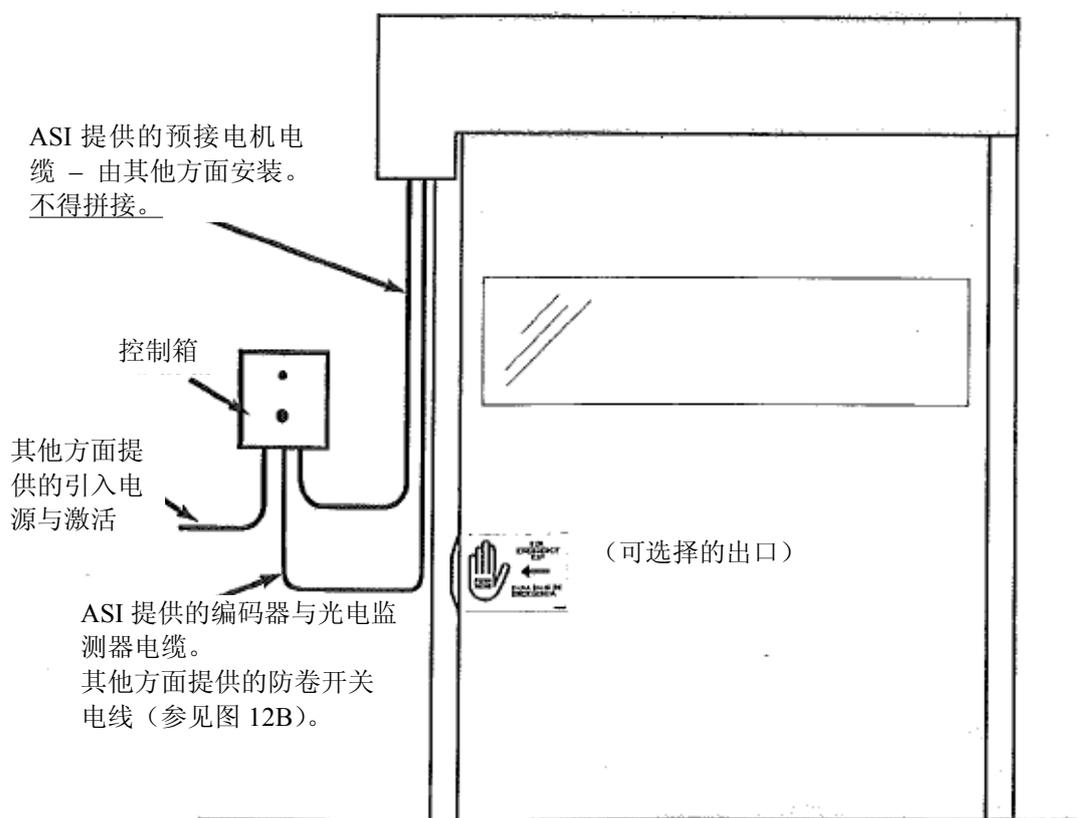

图 12A: 接线安装
将该电缆敷设至控制箱（图 12A）。
5. 电机、编码器、光电监测器、防卷开关和任何激活装置的所有连接都应当按照原理图进行。所有来自线束的接线连接都必须端接于控制箱中（参见图 12A 和 12B）。